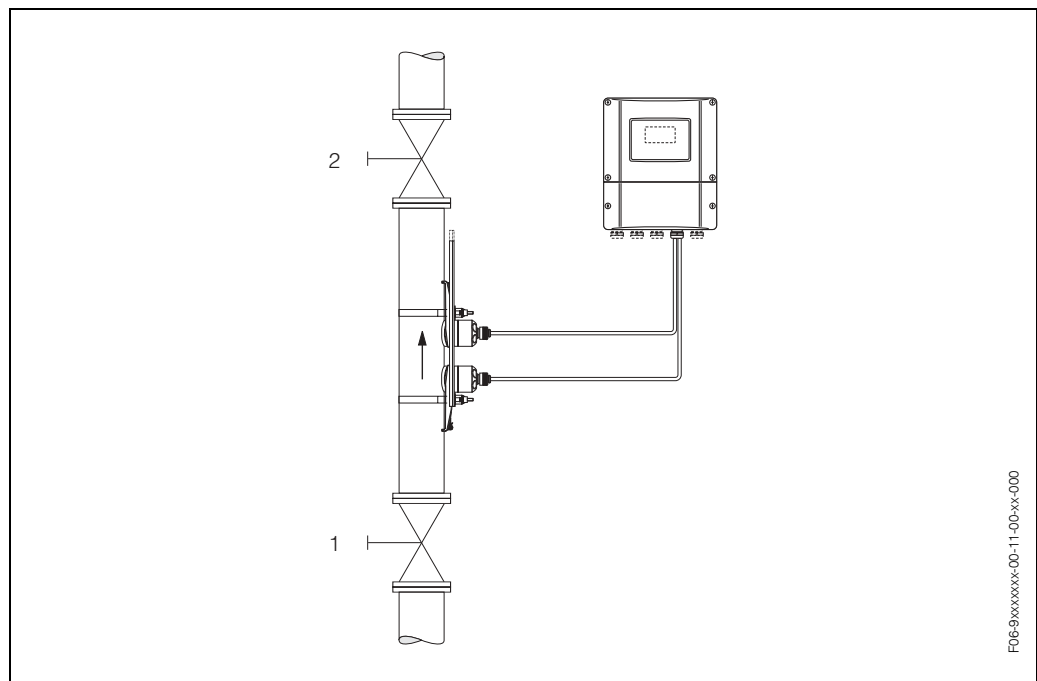

Рис. 56: Коррекция нулевой точки и отсечные клапаны
- Коррекция нулевой точки производится при полностью заполненной трубе и при нулевом расходе ( $v = 0$  м/с). Это достигается, например, установкой отсечных клапанов до и/или после датчика или за счет использования имеющихся клапанов и задвижек (Рис. 56).